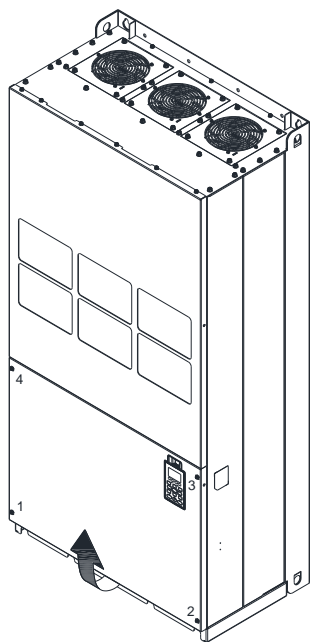

Рис. 1
1. Выкрутите винты 1–4 и снимите крышку (Рис. 1). Момент: 14–16 кг-см / [12.2–13.9 ф-дм] / [1.4–1.6 Нм]